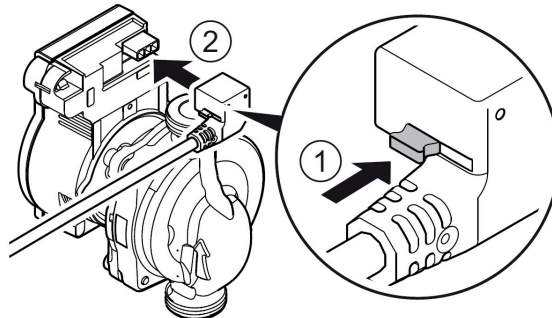

Fig. 6.3:
- Appuyer sur le bouton d'arrêt du connecteur de pompe à 3 pôles et brancher le connecteur dans la prise (12) du module de réglage en l'enfonçant jusqu'à ce qu'il soit verrouillé (Fig. 6.3).